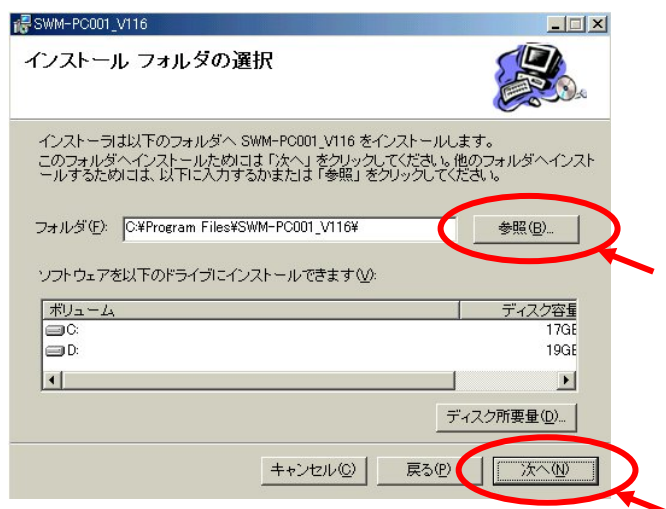

図1.2-8
- (8) インストール先のドライブ名とフォルダ(ディレクトリ)名を確認してください。(図1.2-8)